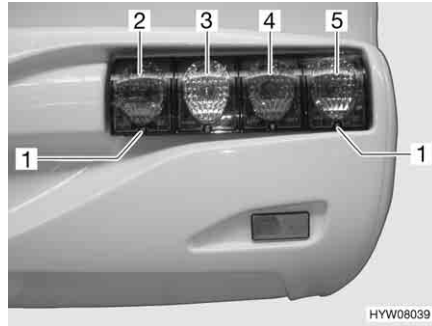

Fig. 247 Luci posteriori (luci di posizione posteriori)
- Allentare le viti degli involucri (Fig. 247,1) sulle lampade in questione.